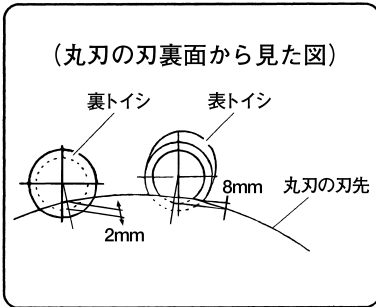
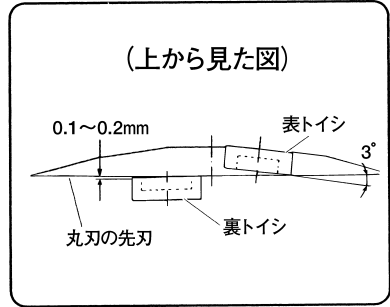
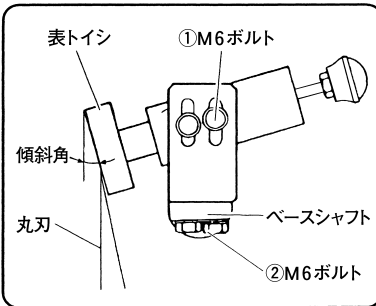

図 24
図 25
図 26
(2) 表トイシ、裏トイシ（図14-ロ）の出入りは、それぞれのノブをまわして行きます。それぞれのノブをまわし、トイシを丸刃に接触させて、トイシ角度が（図24、図25参照）のようになっているか確認します。
丸刃の刃先とトイシが接触するときの位置関係は (図 24, 図 25) のようになっています。
(1) 表トイシ、裏トイシは各々側面の①M6ボルト (2個) (図 26) をゆるめると単独で高さや傾斜角を変えることができます。
(2) 丸刃を上から見た場合 (図 25) のトイシの角度は、ベースシャフト下部の②M6ボルト (2個) (図 26) をゆるめると、表トイシ、裏トイシを別々に調整できます。
(3) 表および裏トイシは (図 25) のように丸刃の刃先に片側だけ当ててください。裏